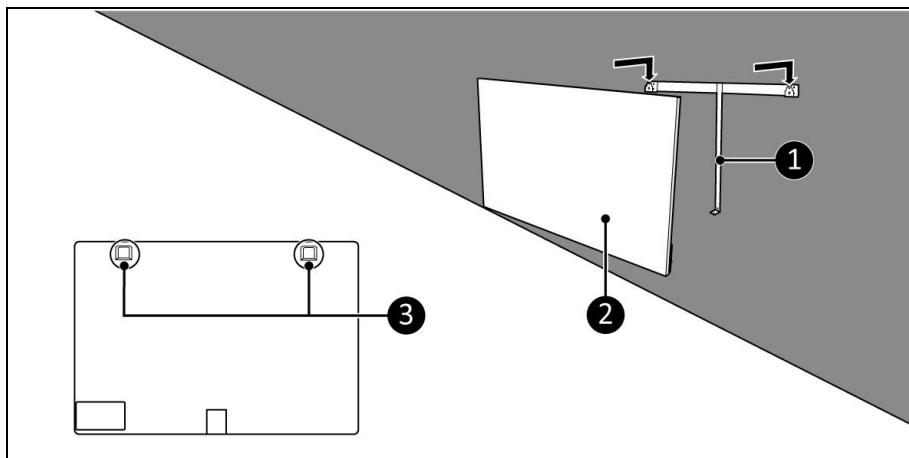

Figura 8
8. Așezați suporturile dispozitivului (Figura 8, poz. 3) peste suportul de perete (Figura 8, poz. 1).
9. Glisați dispozitivul (Figura 8, poz. 2) în orificiile suportului de perete.